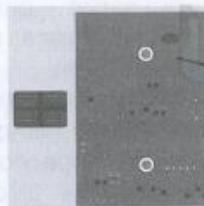

Рис. 3
- Снять перемычку J (джампер), расположенную на плате индикации (рис.3).